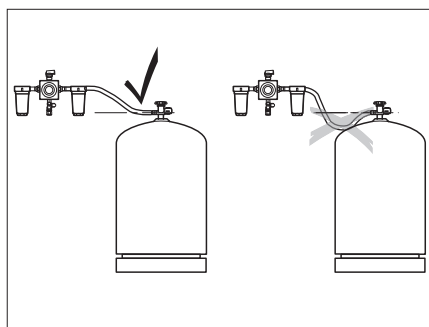

Fig. 253 Posa dei tubi flessibili ad alta pressione
- ▷ Nella posa dei tubi flessibili ad alta pressione verificare che i tubi siano sempre in pendenza verso l'alto (Fig. 253).